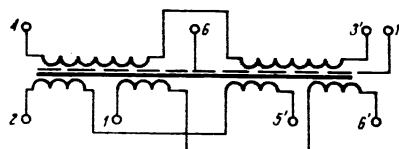

Rys. 4. Schemat napędu strojenia
3.2. Wymiana napędu strojenia (rys. 4)
Ustawić sprężynkę w odległości około 5 mm od bieźni kółka 3, a następnie prowadzić przez kółka 4 i 5 do koła 6. Na koło 6 nawinąć 3 zwoje. Ostatni zwój przeprowadzić przez dolny zaczepek (patrz rys. 4).